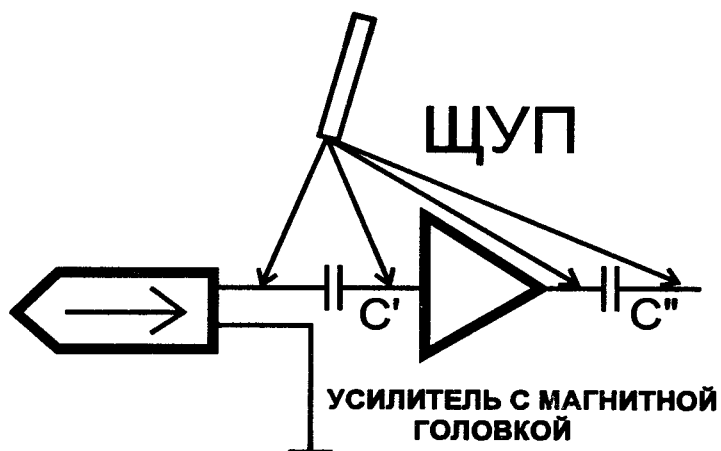

Рис.6
3.2. Коснитесь отверткой выводов магнитной головки (Режим "PLAY"). Должен появиться фон переменного тока. Если данная проверка ни к чему не привела, повторите касание после выхода предварительного усилителя магнитной головки (рис.6). Соответственно фон должен быть тише и т.д. Последовательно проверить тракт прохождения НЧ-сигнала, найдите неисправный элемент. В данной ситуации чаще всего выходят из строя разделительные конденсаторы (на рис.6 показаны в виде C' и C''), реже - элементы предварительного УНЧ.